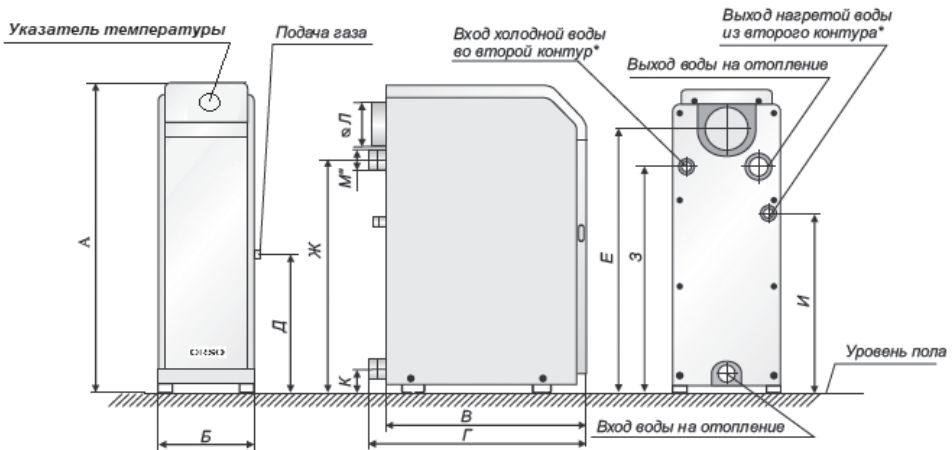
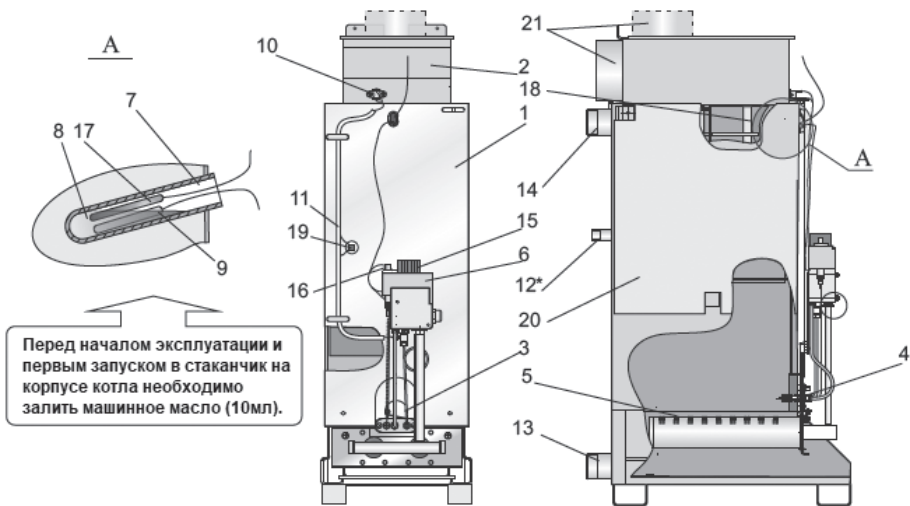
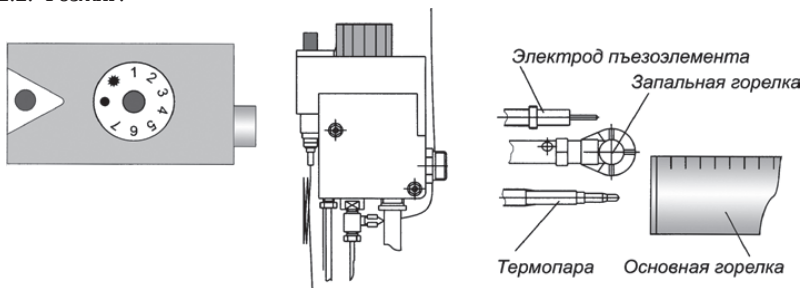

Рис. 1. Общий вид котла «ГЕФЕСТ-М»
Рис. 2. Схема конструкции котла «ГЕФЕСТ-М»
Рис. 7.
5.1. Котёл (рис.1) выполнен в виде напольного шкафа прямоугольной формы, лицевая сторона которого закрыта дверкой, обеспечивающей доступ для запуска котла и управления его работой.
Котёл состоит из следующих основных частей: корпуса котла (поз.1 рис.2), который состоит из топки и теплообменника. В теплообменнике котла установлены турбулизаторы (поз. 18) для наиболее полного отбора тепла при сжигании природного газа и передачи его теплоносителю; газохода (поз. 2); горелок: основной (поз.5) и запальной (поз.4); автоматики безопасности с газовым клапаном (поз.6); патрубков подвода (поз.13) и отвода теплоносителя (поз.14). В котлах с встроенным водонагревателем предусмотрены присоединительные патрубки (поз.12). На лицевой части корпуса котла расположено смотровое окно (поз.3) для контроля за розжигом и работой котла. В стаканчик (поз.7) установлен баллон указателя температуры (поз.17) и термобаллон (поз.9) газового клапана, служащий для управления его работой. Термостат (датчик тяги) (поз.10) служит для обеспечения его безопасной работы. Для наиболее полного отбора тепла снаружи корпус котла покрыт теплоизоляцией и декоративным стальным кожухом, покрытым порошковой эмалью. В верхней части кожуха котла установлен указатель температуры для контроля температуры воды в котле, (рис. 1).
- 6.8. При установке котла в систему отопления с открытым расширительным сосудом установка датчика перегрева (п.19, рис.2) не требуется, при условии, что отказ термостата управления не вызывает опасную ситуацию для пользователя или повреждение котла (ГОСТ Р 51733-2001). При установке котла в отопительную систему с расширительным сосудом закрытого типа установка датчика перегрева обязательна!
Перед началом работы автоматики и запуском котла необходимо проверить наличие машинного масла в стакане корпуса котла(поз.7 рис.2)!!!
Изначальное положение круглой рукоятки управления рис.7
Рис. 7 а.
Поверните рукоятку управления против часовой стрелки в позицию розжига () рис.7а. Нажмите рукоятку управления до упора и не отпуская её, нажмите кнопку пьезо-розжига (на запальной горелке должен появиться факел пламени). Не отпускайте рукоятку управления в течение 20-30 с. Отпустите рукоятку управления и проверьте наличие пламени на запальной горелке. Если нет пламени, повторите данную операцию, увеличивая время удерживая нажатой рукоятки управления.
Рис. 7 б.
Для включения основной газовой горелки плавно поверните рукоятку управления против часовой стрелки до положения 1...7 (рис.7 б). Максимальная температура теплоносителя соответствует цифре 7 на рукоятке управления. Температуру контролируйте по указателю температуры (рис.1), регулировку температуры теплоносителя (воды) осуществляет термостат газового клапана через термобаллон поз.9, рис.2, вставленный в стаканчик корпуса котла поз.7, рис.2.